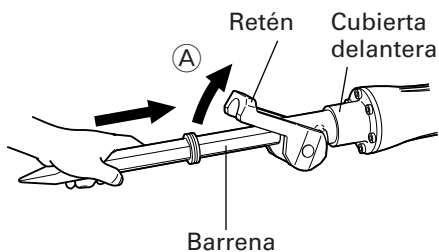

Fig. 3
(1) Limpie, y después unte la parte del vástago del accesorio con grasa o aceite de máquina.
(2) Mueva el retén hasta la posición de apertura (A), y asiente el accesorio, tal como una barreta de punta, una cortadora, etc., en el orificio hexagonal de la cubierta frontal (consulte la Fig. 3).